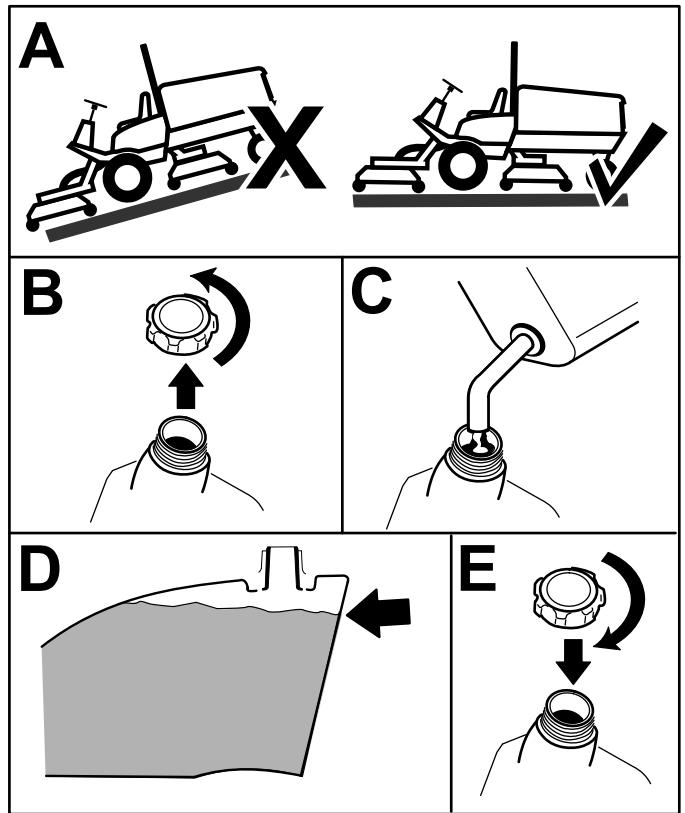

Рисунок 15
1. Поставьте машину на ровной поверхности (Рисунок 15).
2. Снимите крышку топливного бака (Рисунок 15).
3. Добавьте топливо в топливный бак до уровня, не доходящего 6–13 мм до низа заливной горловины (Рисунок 15).
4. После заправки плотно закрутите крышку топливного бака (Рисунок 15).